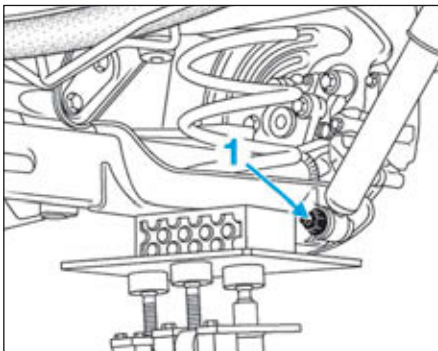

FIG.20
- la vis de fixation inférieure d'amortisseur (1) (Fig.20),
- Déposer la vis inférieure de fixation (1) de l'amortisseur (Fig.20).